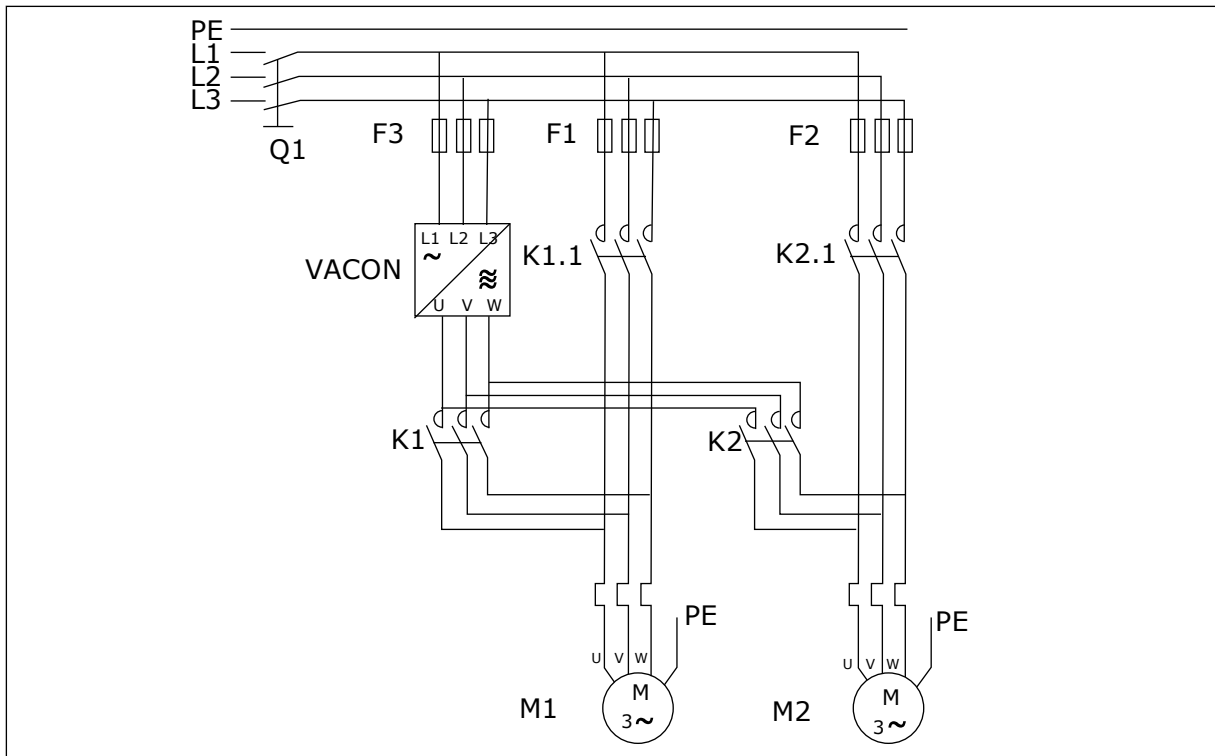
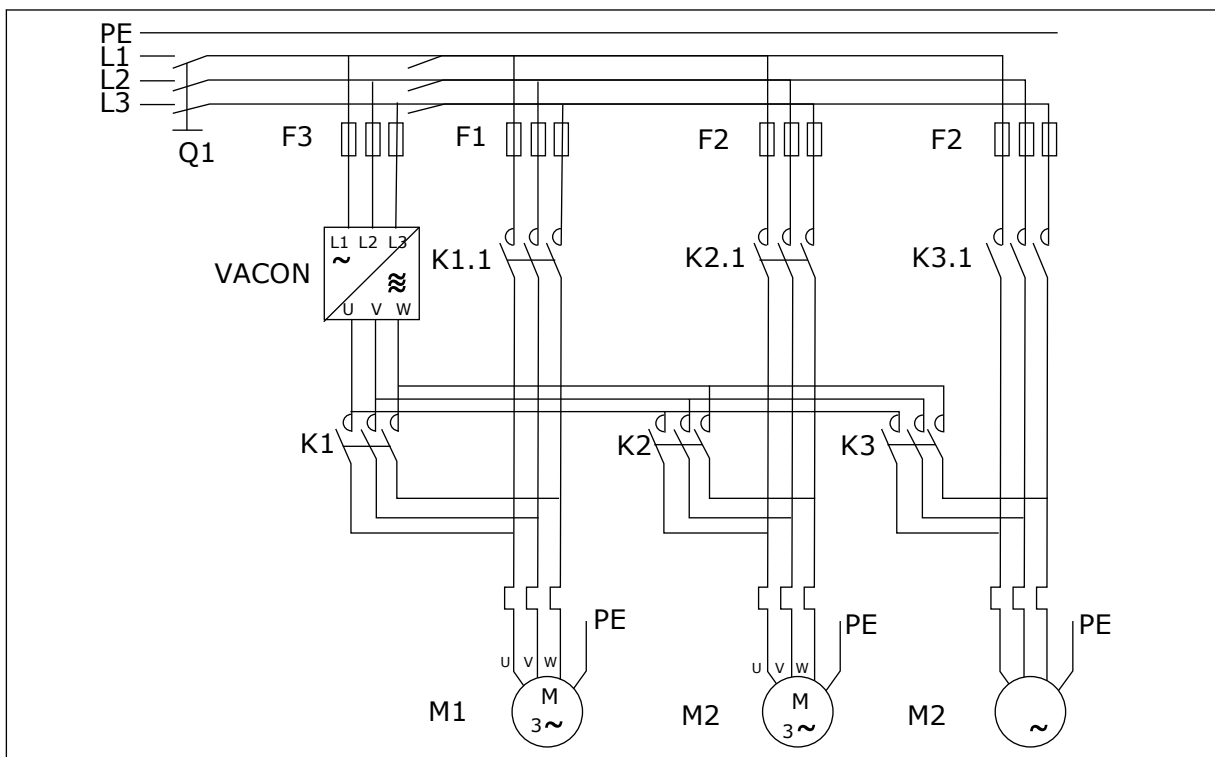

Abb. 98: Beispiel für 2-Pumpen-Autowechsel, Hauptdiagramm
Abb. 99: Beispiel für 3-Pumpen-Autowechsel, Hauptdiagramm
- Externe Schütze, die durch die Relaisausgänge des Frequenzumrichters gesteuert werden, verbinden die Antriebe mit dem Frequenzumrichter oder dem Stromnetz. Wenn der von dem Frequenzumrichter gesteuerte Motor in der Autowechsel-Sequenz enthalten ist, wird er immer über den zuerst aktivierten Relaisausgang gesteuert. Die anderen, später aktivierten Relais steuern die Nebenumrichter (siehe *Abb. 98 Beispiel für 2-Pumpen-Autowechsel, Hauptdiagramm* und *Abb. 99 Beispiel für 3-Pumpen-Autowechsel, Hauptdiagramm*).
Der automatische Wechsel der Start- und Stoppreihenfolge wird aktiviert und entweder nur auf die Nebenumrichter oder auf die Nebenumrichter und die vom Frequenzumrichter gesteuerten Antriebe angewendet, abhängig von der Einstellung des Parameters 2.9.25 (Automatik-Auswahl). Standardmäßig ist der Autowechsel für 2 Antriebe aktiviert. Siehe *Abb. 19 E/A-Standardkonfiguration der Pumpen- und Lüftersteuerungsapplikation und Verbindungsbeispiel (mit 2-Anschluss-Geber)*. und *Abb. 98 Beispiel für 2-Pumpen-Autowechsel, Hauptdiagramm*.